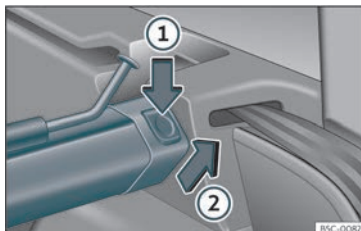

Abb. 122 Im Gepäckraum: Trennnetz abnehmen.
- Linke oder rechte Entriegelungstaste »» Abb. 122 in Pfeilrichtung (1) drücken.
- Stützschaale in Pfeilrichtung»» Abb. 122 (2) abnehmen.
- Schale der Träger links und rechts entgegen der Pfeilrichtung drücken»» Abb. 122 (2), bis diese einrastet.